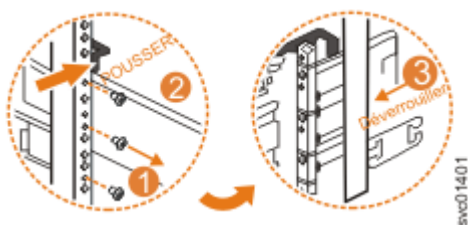

Figure 133. Retrait du guide du support de châssis arrière
3. Retirez les deux vis qui fixent la section de glissière interne au support arrière, comme indiqué dans la Figure 133, à la page 120.
4. Tirez la glissière vers l'avant, loin du support arrière, comme indiqué dans la Figure 133, à la page 120.